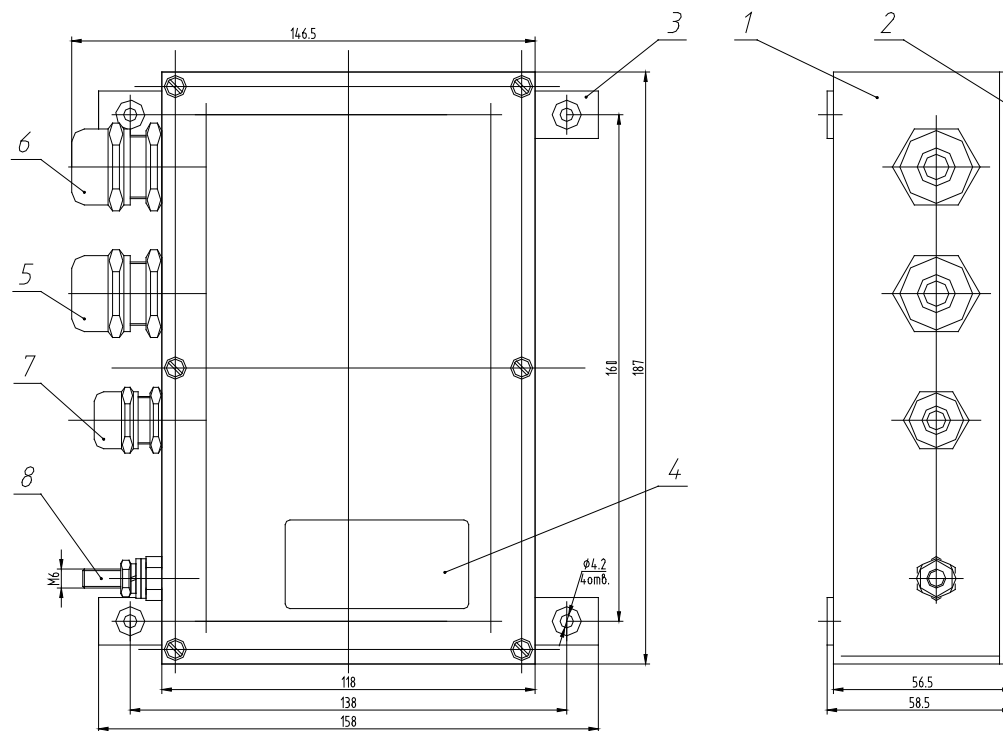

Рис.2 Сигнализатор уровня ПВ-СУ-201 внешний вид, габаритные размеры
1.3.2 Сигнализатор уровня ПВ-СУ-201 (рис.2) состоит из корпуса 1, крышки 2, крепежных лапок 3, окна индикации 4 и электронного модуля, расположенного внутри корпуса. Для подключения заземляющего проводника служит зажим заземления 8. На нижней стороне корпуса расположены три кабельных ввода 5, 6, 7.
2.1.8 Сигнализатор уровня ПБ-СУ-201 закрепляется четырьмя винтами М5 с тыльной стороны щита (см. рис.2). Для заземления корпуса сигнализатора уровня используется зажим заземления 8, снабженный знаком “земля”.